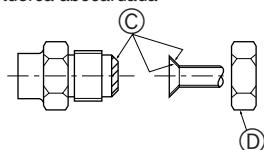

Fig. 5-4
(A) (Fig. 5-4)
(B) (Fig. 5-4)
5.5. Tubos de conexión (Fig. 5-4)
- Aplique una capa delgada de aceite refrigerante a la superficie tubo y de la junta de asiento antes de apretar la tuerca de abocardado. (A)
- Utilice dos llaves de apriete para apretar las conexiones de los tubos. (B)
- Aplique aceite refrigerante para máquinas en toda la superficie abocinada. (C)
- Utilice las tuercas abocardadas tal y como se indica a continuación. (D)